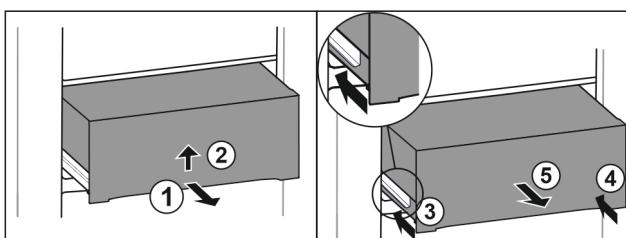

Fig. 41
- ▶ Вытяните выдвижной ящик наполовину. Fig. 41 (1)
- ▶ П однимите выдвижной ящик за нижнюю часть. Fig. 41 (2)
- ▶ Вставьте левую направляющую. Fig. 41 (3)
- ▶ Вставьте правую направляющую. Fig. 41 (4)
- ▶ Извлеките выдвижной ящик движением вперед. Fig. 41 (5)